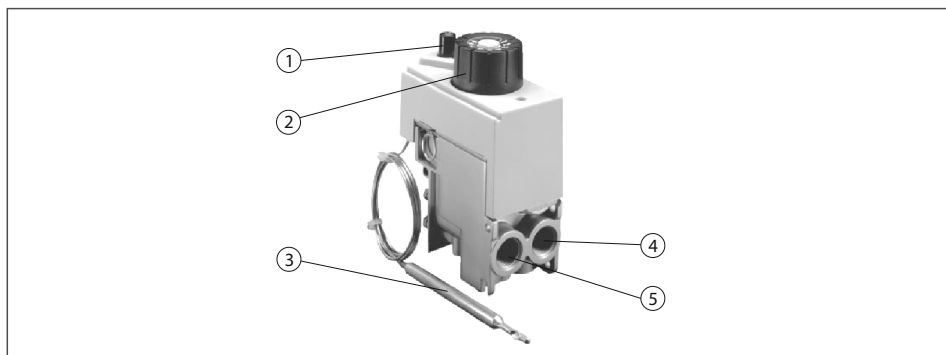

Рис. 9. Газовый клапан 630 EUROSIT
7.4.1. Пуск и работа котла (рис.9).